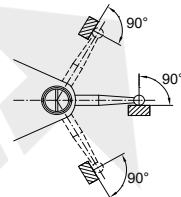
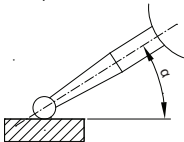

fig.4
fig.5
3. Durante la misurazione, gli stili devono essere perpendicolari alla direzione di misurazione (fig. 4). Quando lo stilo forma un angolo con la direzione di misurazione (fig. 5), è necessario apportare la seguente correzione.